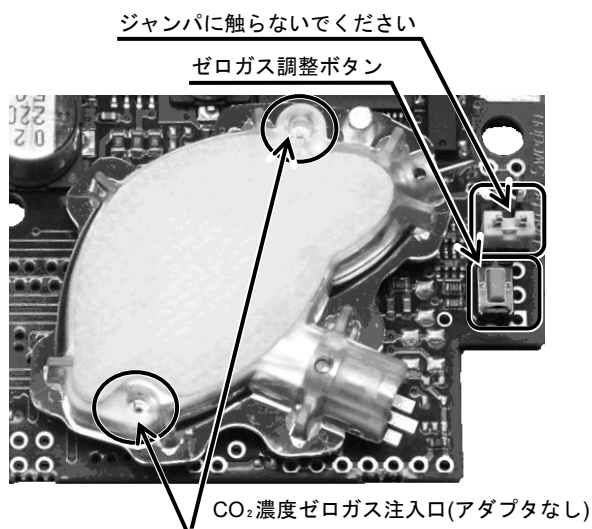

図12 ボタン・ガス注入口配置
- (3) アダプタ装着済みのCO₂濃度ゼロガス注入口（図12）へCO₂サービスバッグ、またはCO₂サービスボンベのガス供給チューブを装着します。ガスが漏れないようにしっかりと装着してください。
- (5) CO₂濃度が安定するまで、供給したまま待ちます(目安としては、5分間程度)。
- (6) CO₂濃度が安定したら「ゼロガス調整」ボタン(図12)を約3秒押します。